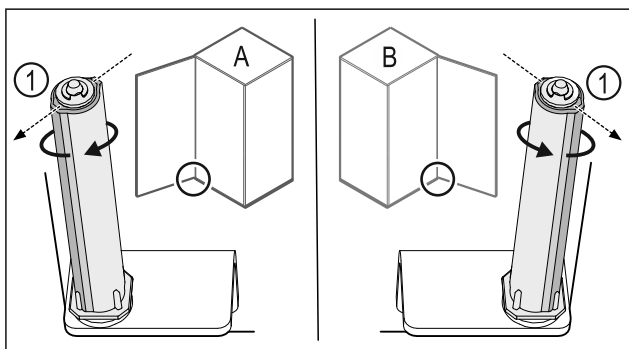

Fig. 39 Levý doraz (A) / pravý doraz (B)
- ▶ Otáčejte uzavíracím systémem proti odporu, dokud nebude lamela uzavíracího systému Fig. 39 (1) ukazovat směrem ven.